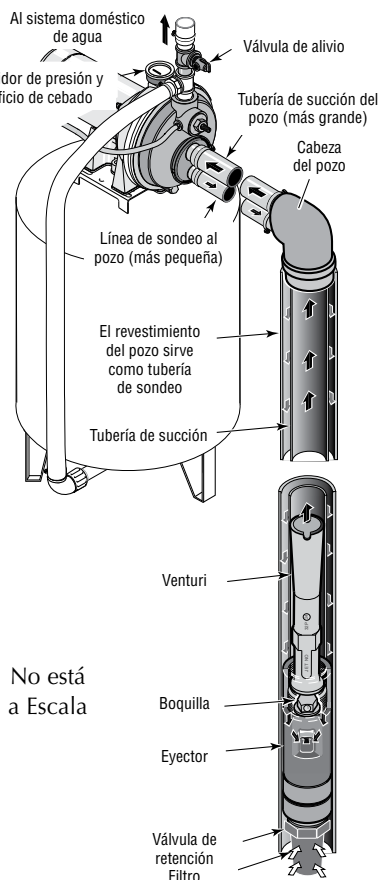

Figura 11: 2 pulgada (Tubo Sencillo) Pozo Profundo
Pozo de 2" (Figura 11)
3. Instale el kit de eyector FP4800 (**se vende por separado**), la tubería del pozo y el adaptador de cabeza del pozo de acuerdo con las instrucciones que vienen incluidas en el paquete del eyector. Vea la Figura 11. Utilice tubo galvanizado de caída con juntas invertidas para lograr un flujo adecuado. Siga las instrucciones incluidas en el kit para ajustar la boquilla y el venturi a las condiciones de su pozo.